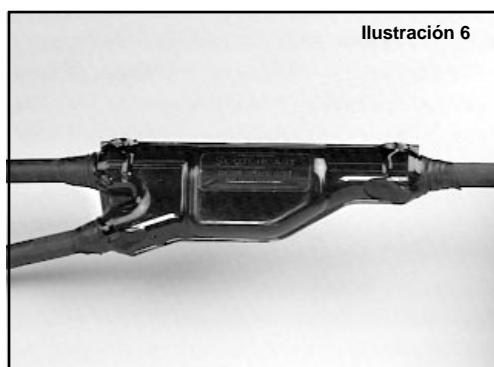

Ilustración 6
- 6.2 Cuando la resina se haya solidificado y enfriado, puede ponerse en servicio el empalme. Quite la canaleta si lo desea. (Vea la Ilustración 6.)